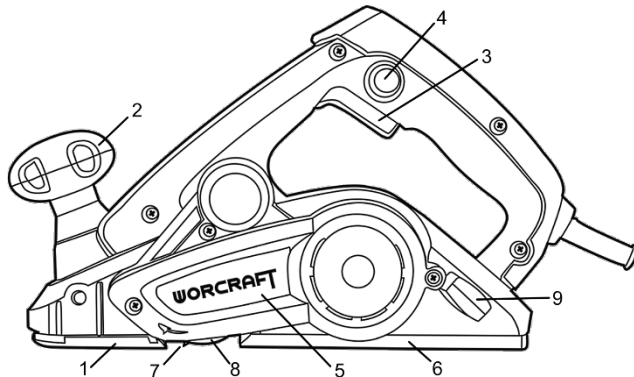

Рисунок 1
Для ввімкнення виробу спочатку натисніть кнопку блокування клавіші вимикача (4), а потім натисніть пускову клавішу 3 (рисунок 1). Для вимкнення виробу клавішу (3) слід відпустити. Щоб обробка була найбільш ефективною, рекомендується закріплювати заготовку під невеликим кутом, а стругання виробляти зверху вниз. Для грубої обробки м'якої деревини дозволяється використовувати максимальне занурення ножового барабану (3 мм). У випадку, якщо необхідно одержати гладку, рівну поверхню, то глибину стругання рекомендується виставляти невеликої (0,1 - 0,3 мм). Перед початком обробки поверхні слід дочекатися максимальної швидкості обертання барабану з ножами.